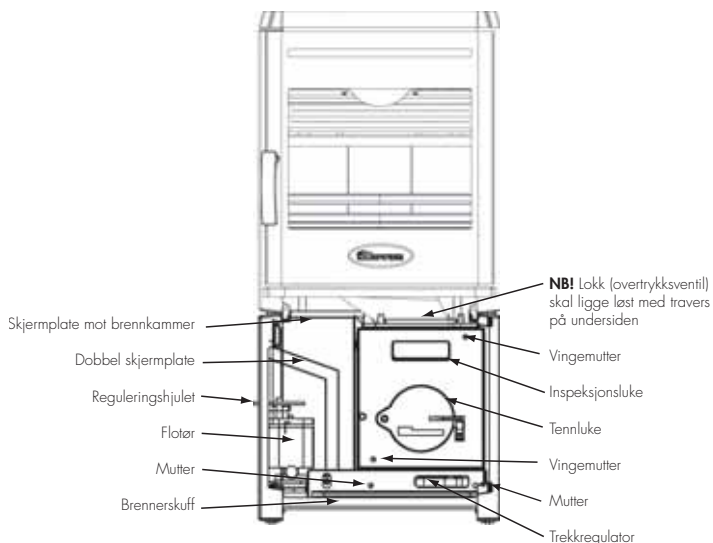

Fig. 9 Brennerdel
5. Reguleringshjulet på toppen av flotøren dreies til max. stilling (6) (se fig. 9). Skyv trekkregulatoren på brennerhuset ca 10-15 mm til venstre.
6. Åpne tennlukken på brennkammeret (se fig. 9) og vipp opp den lille klaffen på brennerskallet og tenn på veken med en fyrstikk. NB! Pass på at klaffen på brennerskallet blir satt i lukket stilling etter opptening.
10. Regulering av lufttilførselen til brenneren. Normalt skal trekkregulatoren (se fig. 9) stå med liten åpning når regulatoren står i stilling fra 1 til ca. 3. Økes belastningen åpnes for mer lufttilførsel - slik at flammene brenner blått og ikke soter (evt. med gule flammehopper). Blafrende flammer kan skyldes for stor åpning på trekkregulatoren. Altså: Jo mer brensel, jo mer luft.
11. Når brenneren skal slukkes dreies reguleringshjulet mot venstre til det høres et knepp og sikringshendelen på flotøren (se fig. 9 - 10) løftes opp.
- D. Fjern den doble skjermplaten (varmeskjoldet). Det står løst (se fig. 9).
- E. Fjern de 2 vingemutterene som holder frontdekslet på plass og fjern dette (se fig. 9).
- G. Fjern mutterene på frontplaten for brennerskuffen (se fig. 9).
- H. Brennerskuffen løftes i forkant og trekkes ut sammen med flottøren (se fig. 9).
5. Filteret i flottørventilen renses. Dette kan vaskes i varmt vann eller white-sprit. Dekselet for filteret fjernes og filteret kan trekkes ut (se fig. 9 - 10).
2. Ta ut skjermplate mellom flottør og brennerhus (se fig. 9).
3. Skru av plate på front av brennerhus (se fig. 9).
4. Justeringsratt på flottøren fjernes (se fig. 9).
5. Sjekk at flottørventilen står i vater (se fig. 9).
7. Skru av 2 muttere foran på skinnen nederst på brennerhuset, og trekk ut brenner og flottør (se fig. 9). Juster på skruene under flottørventilen dersom flottøren ikke er i vater.